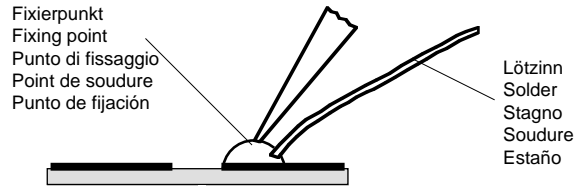

Fig. 3
3. Schritt: Lötspitze von Lötstück säubern. Lötperle anbringen (Fig. 3).
3. Pulire il punto dai residui di saldatura. Applicare una goccia di stagno (Fig. 3).
3. step: Remove possible residues from the soldering point. Then apply a solder bead (Fig. 3).
3. Aspirer les restes de soudure sur le circuit. Poser une pointe de soudure (Fig. 3).
- Tercer paso: Limpiar el punto de soldadura de residuos de la soldadura anterior. Poner una gota de estaño (Fig. 3).